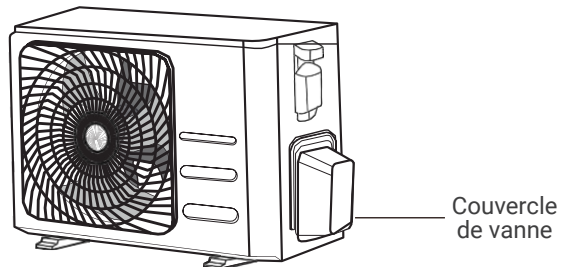

Fig. 5.9
1. Dévissez le couvercle de la vanne à presse étoupe qui se trouve sur le côté de l'unité extérieure. (Voir Fig. 5.9).